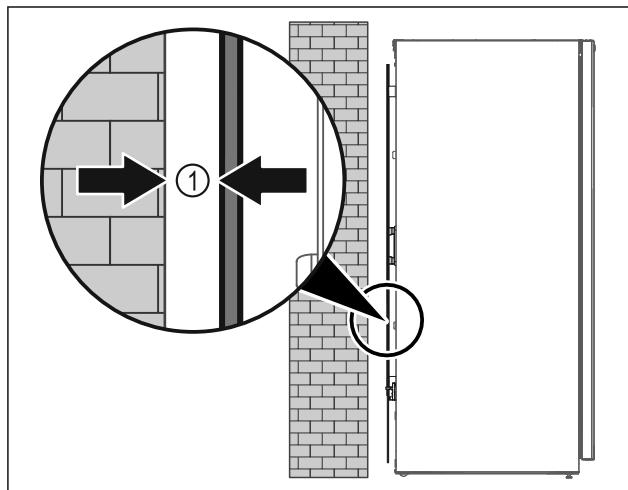

Fig. 6
- Τοποθετήστε τη συσκευή είτε ελεύθερη στον χώρο είτε απευθείας σε έναν τοίχο σε ελάχιστη απόσταση 5 mm Fig. 6 (1).